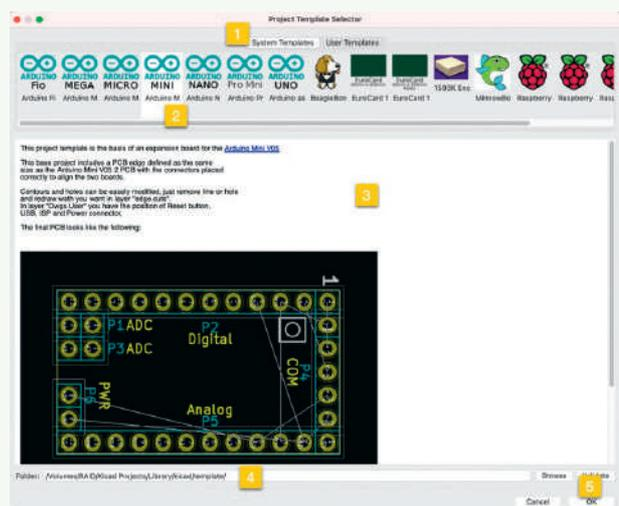

Bild 10. Das Projektvorlagen-Auswahlfenster.
Das Auswahlfenster *Project Template Selector* wird angezeigt (Bild 10). Wählen Sie die Registerkarte *System Templates* (1), verschieben Sie die Projektvorlagen mit dem Scroller nach links und rechts und finden Sie so die Vorlage *Arduino Mini*. Klicken Sie darauf, um sie auszuwählen (2). Im Informationsfenster (3) sehen Sie eine Beschreibung der Vorlage einschließlich einer Ansicht der darin enthaltenen Footprints und Schaltpläne. Die Informationen auf der Informationsseite (3) sind in einer einfachen HTML-Datei enthalten. Der Ersteller der Vorlage kann so viele oder so wenige Informationen bereitstellen, wie er möchte.